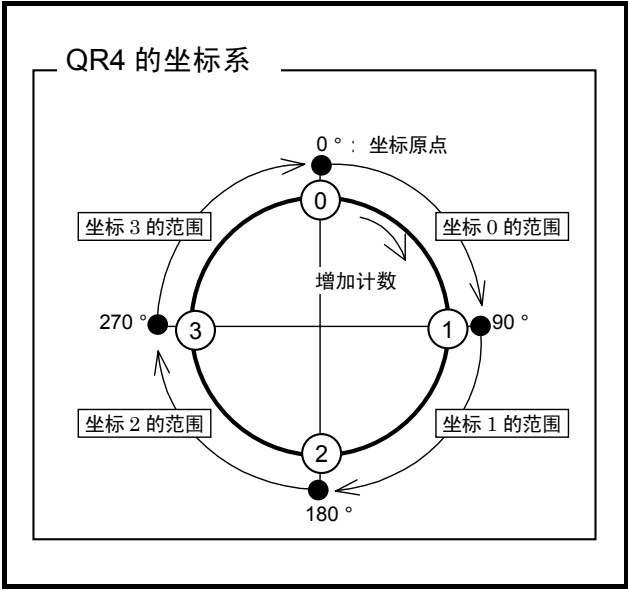

图 8-17：根据参数 **QR** 进行坐标分割示例
- ◇ 如「图 8-17：根据参数 **QR** 进行坐标分割示例」所示，以坐标原点为基点，设定将全周平分为 4 份的分割点（网格）。在该网格中进行定位。